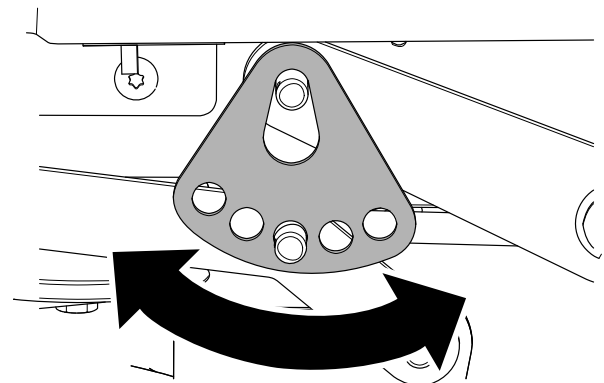

Figure 65
7. Tournez la plaque de hauteur de coupe à un trou différent pour que le poids du tablier de coupe soit soutenu après l'installation de la plaque (**Figure 65**).
8. Installez la rondelle et la goupille fendue (**Figure 65**).